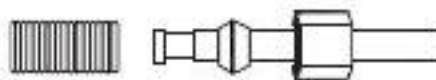

Рис. 8
- (Рис. 8) Вставьте шланг в накидную гайку со специальным отверстием,